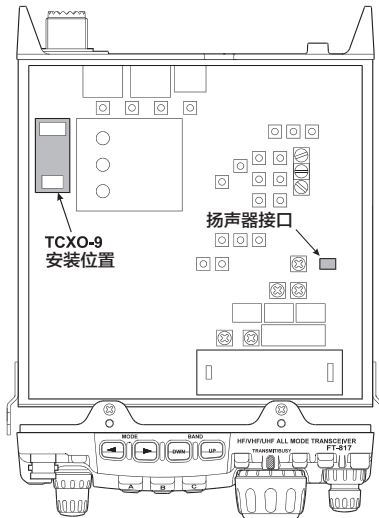

图3
- 3、参考图3，确认厂家预装的REF UNIT(基准参考振荡器单元)的位置，并取下REF UNIT(基准参考振荡器单元)，然后将**TCXO-9**的插座对准面板上安装位置的插针，将其推置到位。